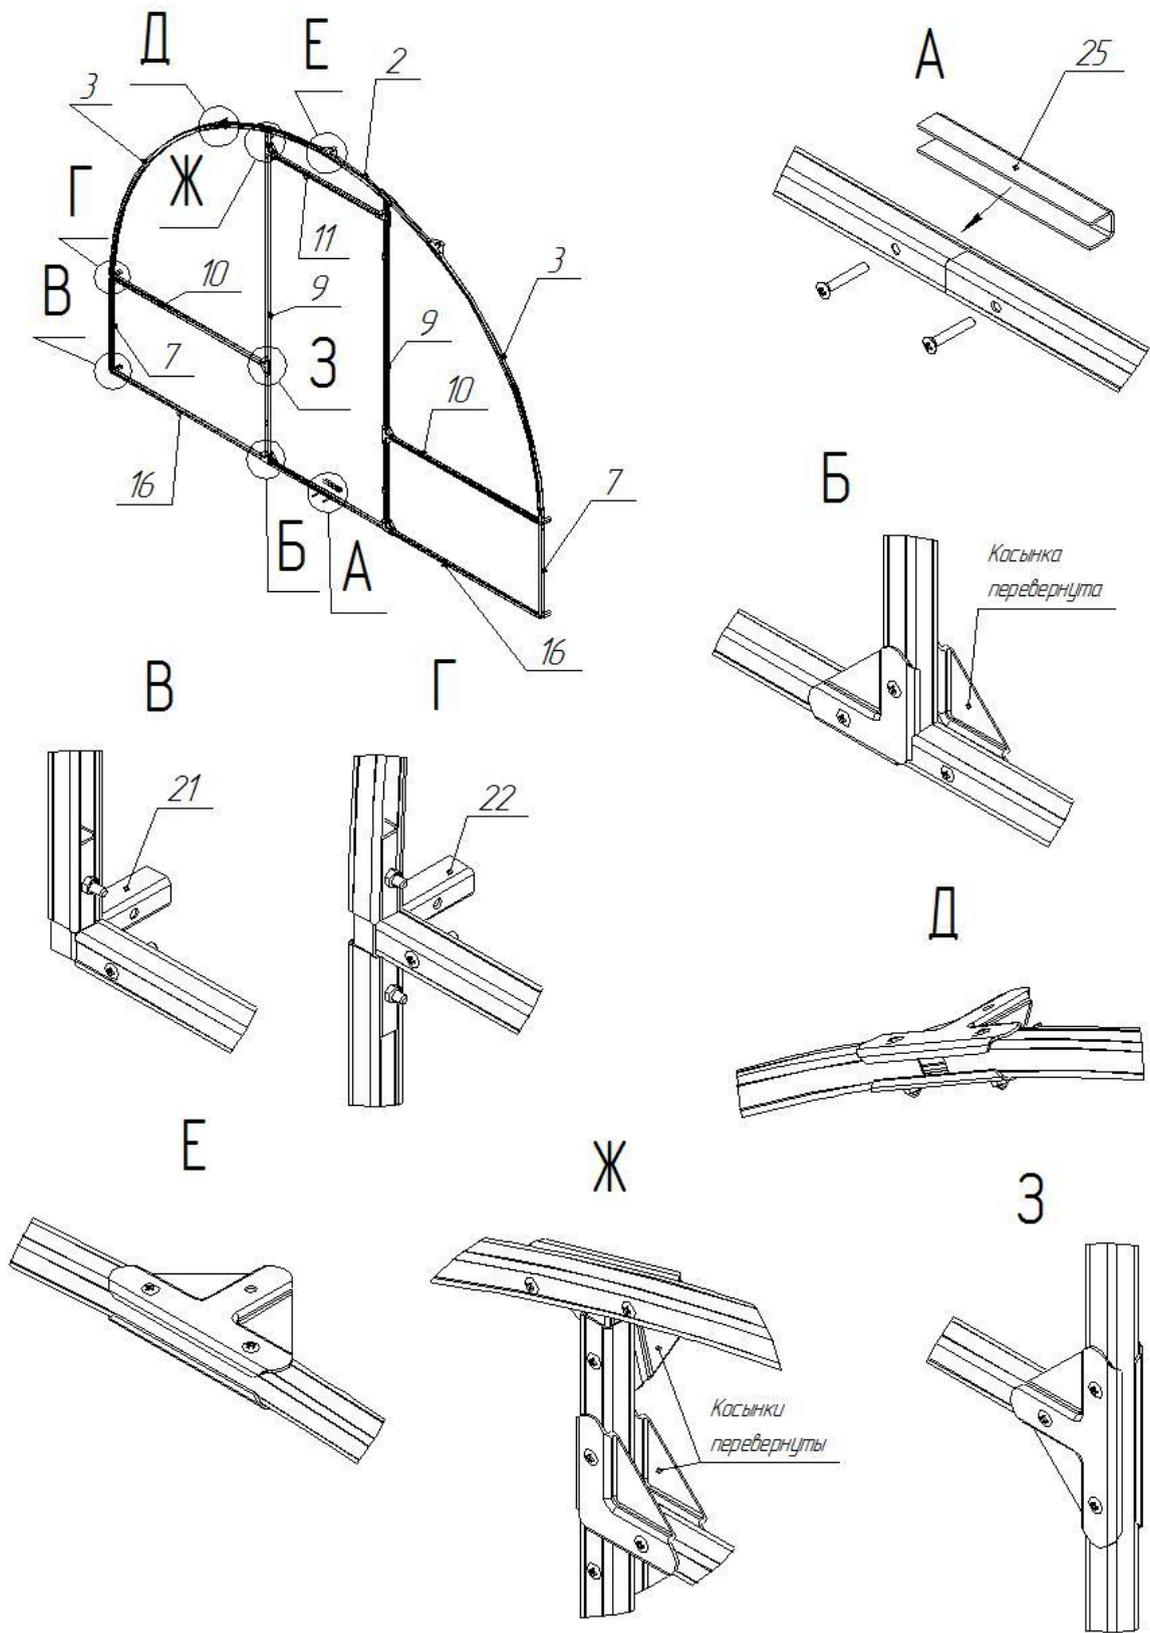

Рис. 1
- 6.1 Сборку каркаса следует начинать со сборки торцев (рис. 1). Каркас теплицы собирается при помощи винтов М5х30, винты М4х30 предназначены для навески дверей, форточек и установки вертушков.